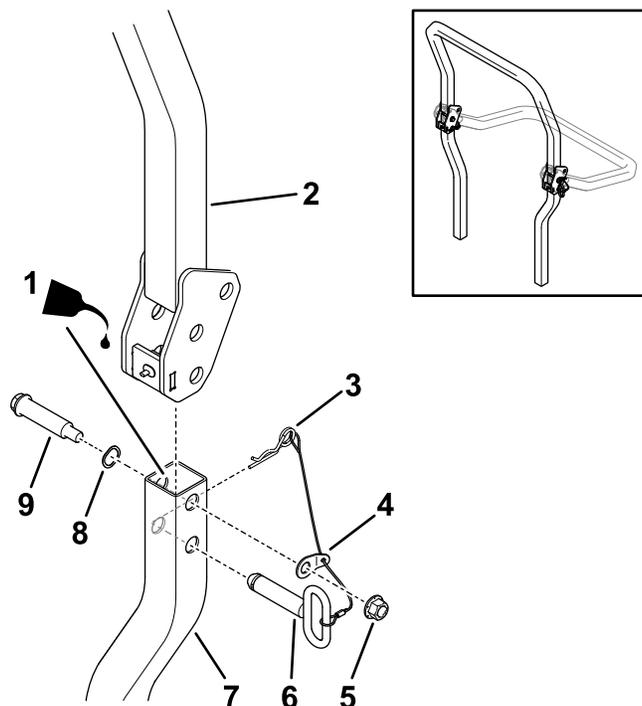

Рисунок 12
5. Слегка смажьте маслом внутренние поверхности труб нижней защитной дуги (Рисунок 12).
6. Прикрепите верхнюю защитную дугу к нижней защитной дуге с помощью 2 ступенчатых болтов, 2 волнистых шайб, 2 лепестковых шайб, прикрепленных к стропам, и 2 контргаек (1/2 дюйма), не затягивая их, как показано на Рисунок 12.
8. Поднимите верхнюю защитную дугу в вертикальное положение, установите фиксаторы (овальные ручки должны находиться снаружи машины) и закрепите игольчатыми шплинтами на каждой стороне (Рисунок 12).